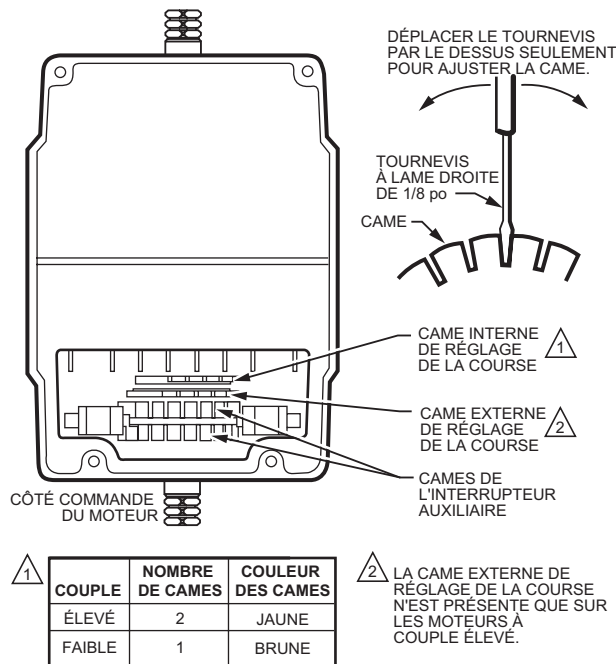

Fig. 10. Ajustement de la course pour les modèles sans ressort de rappel.
Voir la Fig. 10. Répéter l'opération pour les autres fentes de la came jusqu'à ce que la came interne atteigne la butée.
Voir la Fig. 10. Répéter l'opération pour les autres fentes de la came jusqu'à ce que la came externe atteigne la butée.
3. Insérer la lame d'un tournevis de 1/8 po dans une fente de la came interne et faire tourner le dessus du tournevis le plus loin possible dans le sens horaire (vu du côté commande). Voir la Fig. 10. Répéter l'opération pour les autres fentes de la came jusqu'à ce que la came interne atteigne la butée du sens horaire.